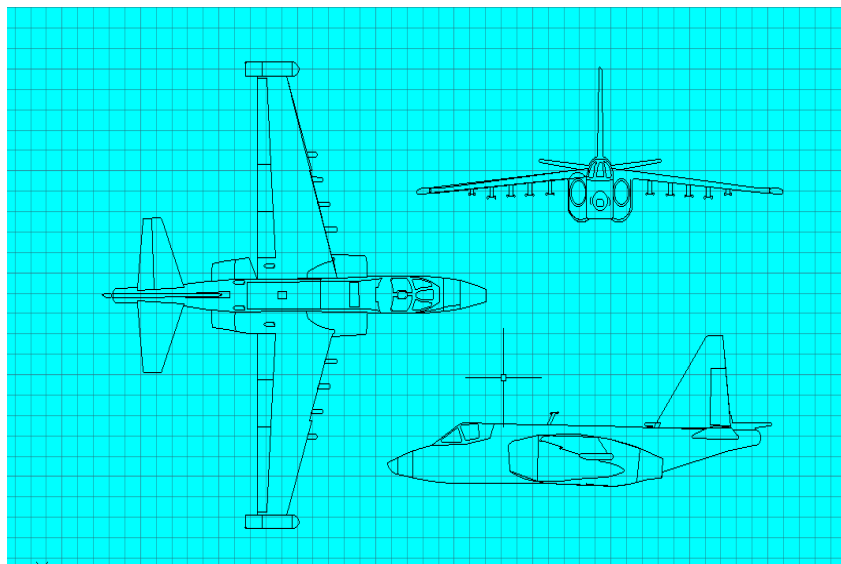

Рис. 2. Чертежи самолета Су-25
**Моделирование, сборка и визуализация.** Первоначальным этапом создания модели является исходный чертеж аппарата в нескольких проекциях, были использованы три основных вида (рис.2).